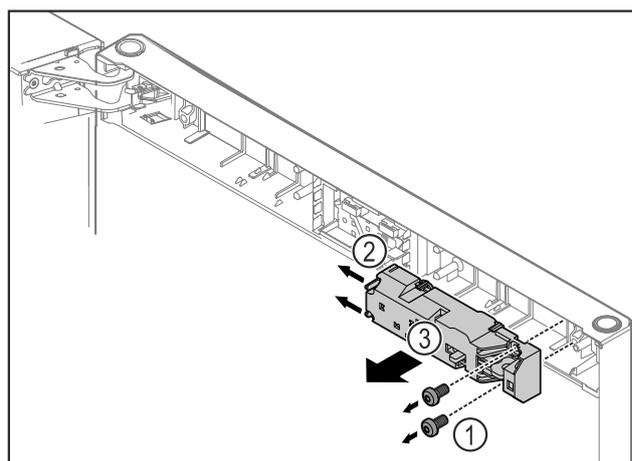

Fig. 13
- ▶ Retirer les vis Fig. 13 (1).
- ▶ Pousser les ergots Fig. 13 (2) sur le côté et retirer la fermeture Fig. 13 (3).